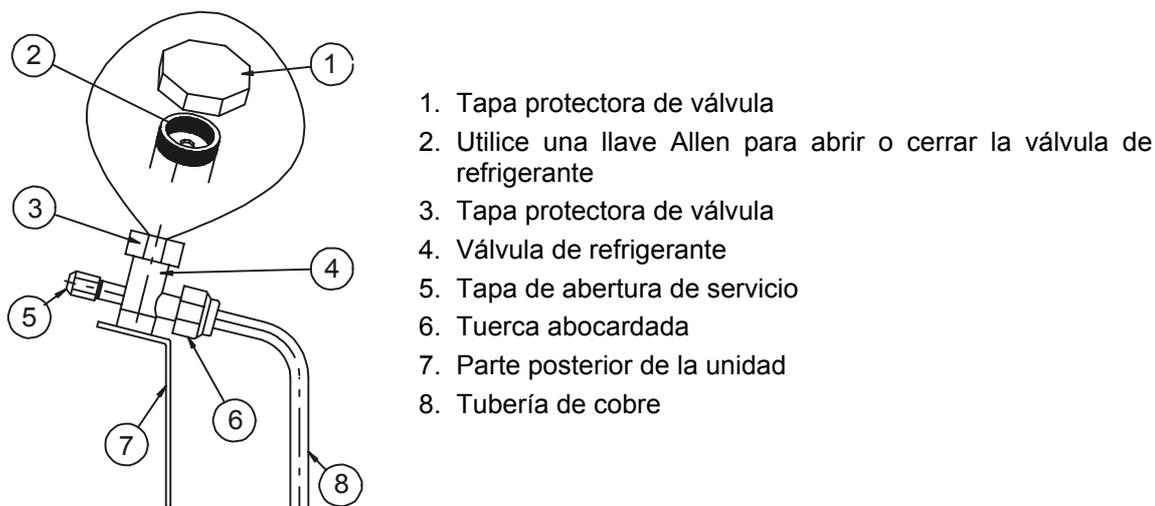

Figura 14: Válvula de refrigeración de servicio
- Quite las tapas (1) de ambas válvulas y ábralas utilizando una llave hexagonal (véase la figura 14).